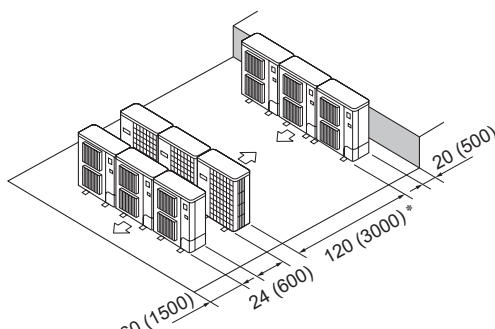

Fig. 2-16
- ⑥ Disposición en paralelo de varias unidades (Fig. 2-16)